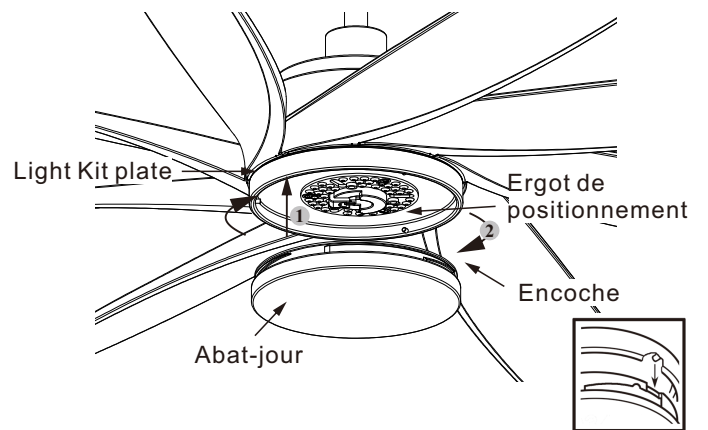

Figure 20a
Étape 4 : Installer l'abat-jour contre la plaque du kit d'éclairage, puis le fixer au ventilateur en le tournant dans le sens horaire jusqu'à résistance modérée (**NE PAS SERRER EXCESSIVEMENT**). (Voir fig. 20a/b)